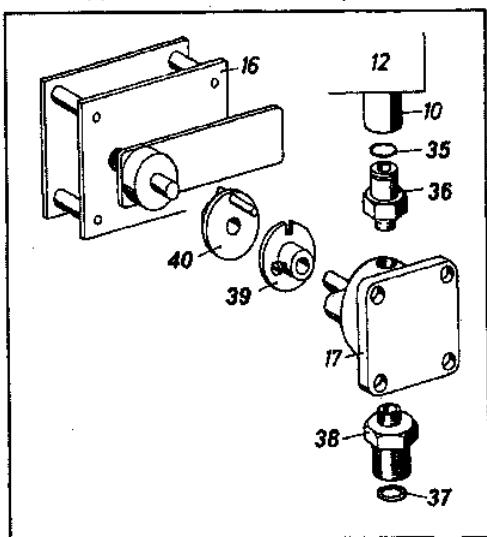

Рис. 5
В баке находится колено масляного трубопровода (19) фибровое уплотнение для соединения переходника (рис. 5/37) с коленом масляного трубопровода и фильтр (11).
Поставьте калорифер на поддон (1), в котором скапливается утекшее масло. Установите чашу сгорания (2) с помощью прилагаемого крюка на дно бачка с форсункой и поверните выемкой напротив трубы для подачи топлива (21). Положите контрольный диск (4) выпуклостью вверх на буртик стенки бачка с форсункой. Подвесьте отводную заслонку (8) в угол над штуцером. Закрепите бак (12) в шлицы рейки (9). Соедините колено масляного трубопровода (19) болтами внизу с трубой для подачи топлива (21) а вверху на баке с уплотнением. При затягивании болтов переходник необходимо прижать к насосу (рис. 5/36) чтобы избежать нарушения соосности оси насоса. Уплотнение прикреплено к этой инструкции по эксплуатации. Вставьте пяти-полюсный штекер (28) слева в розетку на кронштейне мотора (14). Теперь проверьте, чтобы кран для слива воды (13) был закручен, а алюминиевый стакан (23) свободно стоял в креплении микропереключателя. Рычаг микропереключателя должен двигать алюминиевый стакан вверх.
Схема: Мотор с шестерёнчатым насосом (рис. 5)